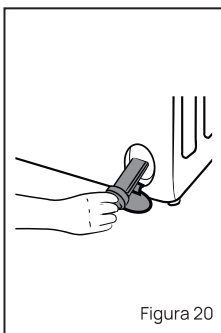

Figura 20
- Extraiga el conjunto tapa rejilla y límpiolo. Ver figura 20